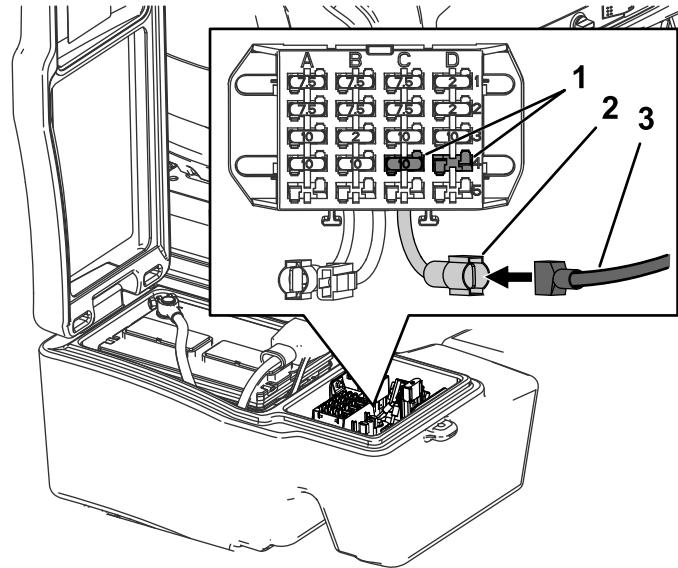

图 24
4. 如图 24 所示将线束端子插入离开保险丝盒的辅助电线。